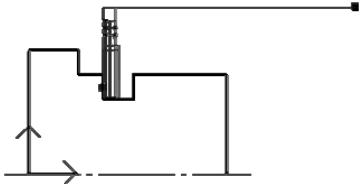

图 4-94 切槽加工轨迹
- 6) 生成刀具轨迹。当确定好进退刀点后，系统会自动生成绿色的刀具轨迹，如图 4-94 所示。